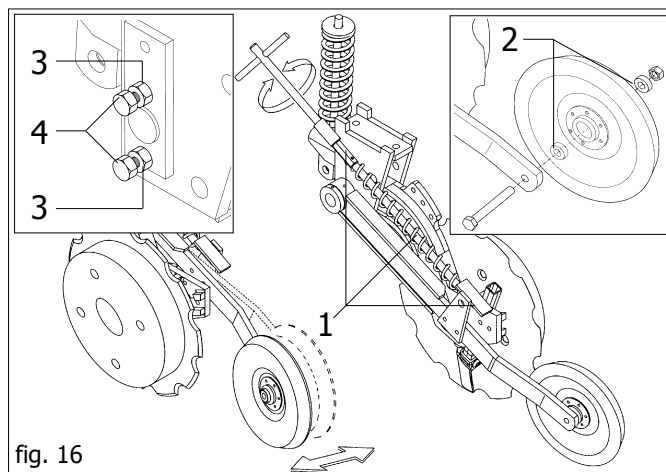

fig. 16
perciò la sua pressione va regolata con cura. Si può intervenire sulla funzionalità della ruota (fig. 16):
**Regolare periodicamente l'eventuale gioco della ruota copriseme posteriore eseguendo le seguenti operazioni (fig. 16):**
- allentare i controdadi (3);
- serrare con cautela le viti (4) verificando il gioco della ruota copriseme posteriore;
- serrare i controdadi (3) precedentemente allentati.